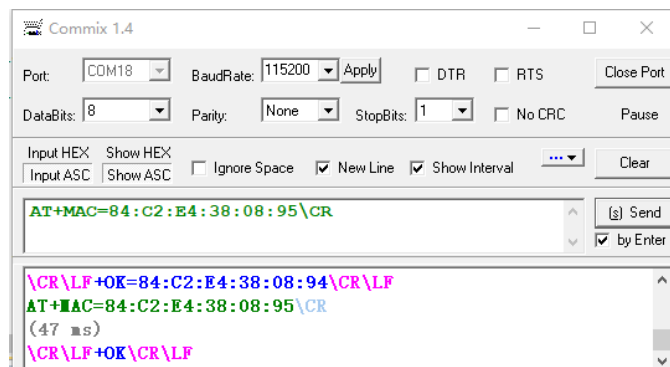

图 6-5 设备网络 MAC 设置界面
- 5) 设置设备网络 MAC，如图 6-5 所示，MAC 地址设置为: 84:C2:E4:38:08:95